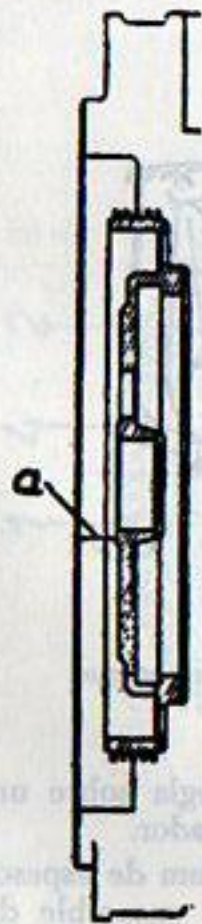

FIG. 34. Medición de la cota "a".
Instalar un casquillo de reglaje (5) de 3,1 mm de espesor. Medir la cota "a" (fig. 34) entre el plano de ensamble del